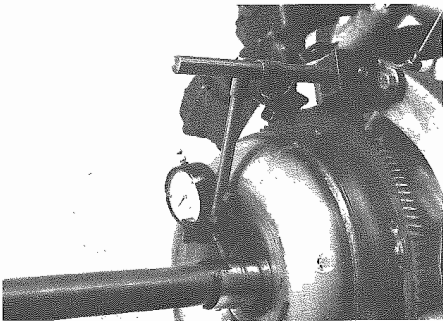

Fig. 10 - Controllo dello starfallamento
- Controllare lo sfarfallamento del convertitore all'attacco del cambio (**Fig. 10**) (vedi pag. 9-1). Servirsi di un perno per eventuali assestamenti.
- Check converter wobbling at the transmission (**Fig. 10**) (see page 9-1). If necessary use a pin for settlings.